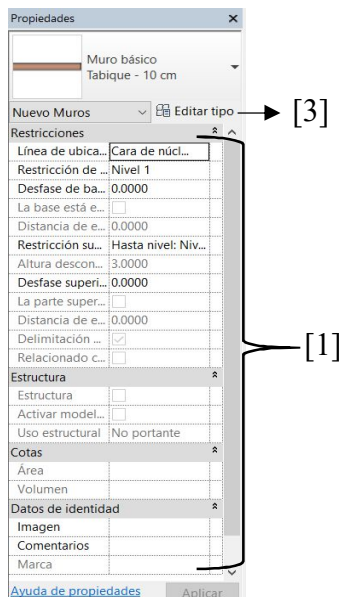

Imagen 3.2: Parámetros de ejemplar
- Para crear un nuevo tipo de muro que esté compuesto por diversas capas, tenemos que darle un clip a “editar tipo” [3]. Nos saldrá una ventana como la imagen 3.2. Siempre que vayamos a crear un nuevo grupo, tenemos que darle un clip a “duplicar” [4], con esto, nos aseguramos, de que el nuevo tipo de muro que vayamos a realizar, no cambie las propiedades de uno que ya tenemos. Cuando hayamos realizado esta acción, Revit nos pedirá que demos un nombre a nuestro nuevo tipo creado, por lo tanto, le damos un nombre característico y aceptamos.